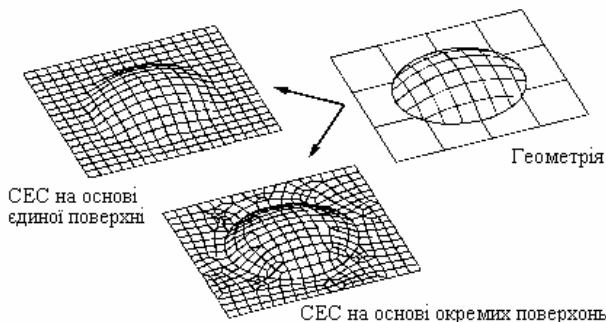

Рис.2.15. До застосування поверхонь з **Multi-surface boundaries**
- *конструкційні*. Створюються та редагуються групою команд з **Geometry→Boundary Surface ►**. У FEMAP враховано те, що доволі часто поверхнева СЕС створюється (автоматично) більш вдалою (див. рис.2.15), якщо декілька геометричних поверхонь об’єднати у єдину. Це тому, що створення поверхневої СЕС проводиться від контуру поверхні. Є поняття „**Multi-surface boundaries**” („граничний контур декількох поверхонь”, коли внутрішні контури – відкинуті) та „**Underlying Surfaces**” („підкладені поверхні” – ті, на основі яких будується поверхня з **Multi-surface boundaries**). Командою **From Curves...** поверхня створюється на основі ліній, які створюють замкнений контур (у Розділі 2.2.6.3 описано, як подолати проблему співпадаючих точок та ліній, яка іноді при цьому заважає; за допомогою команди **Modify→Edit→Boundary...** можна змінити набір ліній у створеному раніше контурі поверхні); командою **From Surfaces on Solid...** – на основі обра-